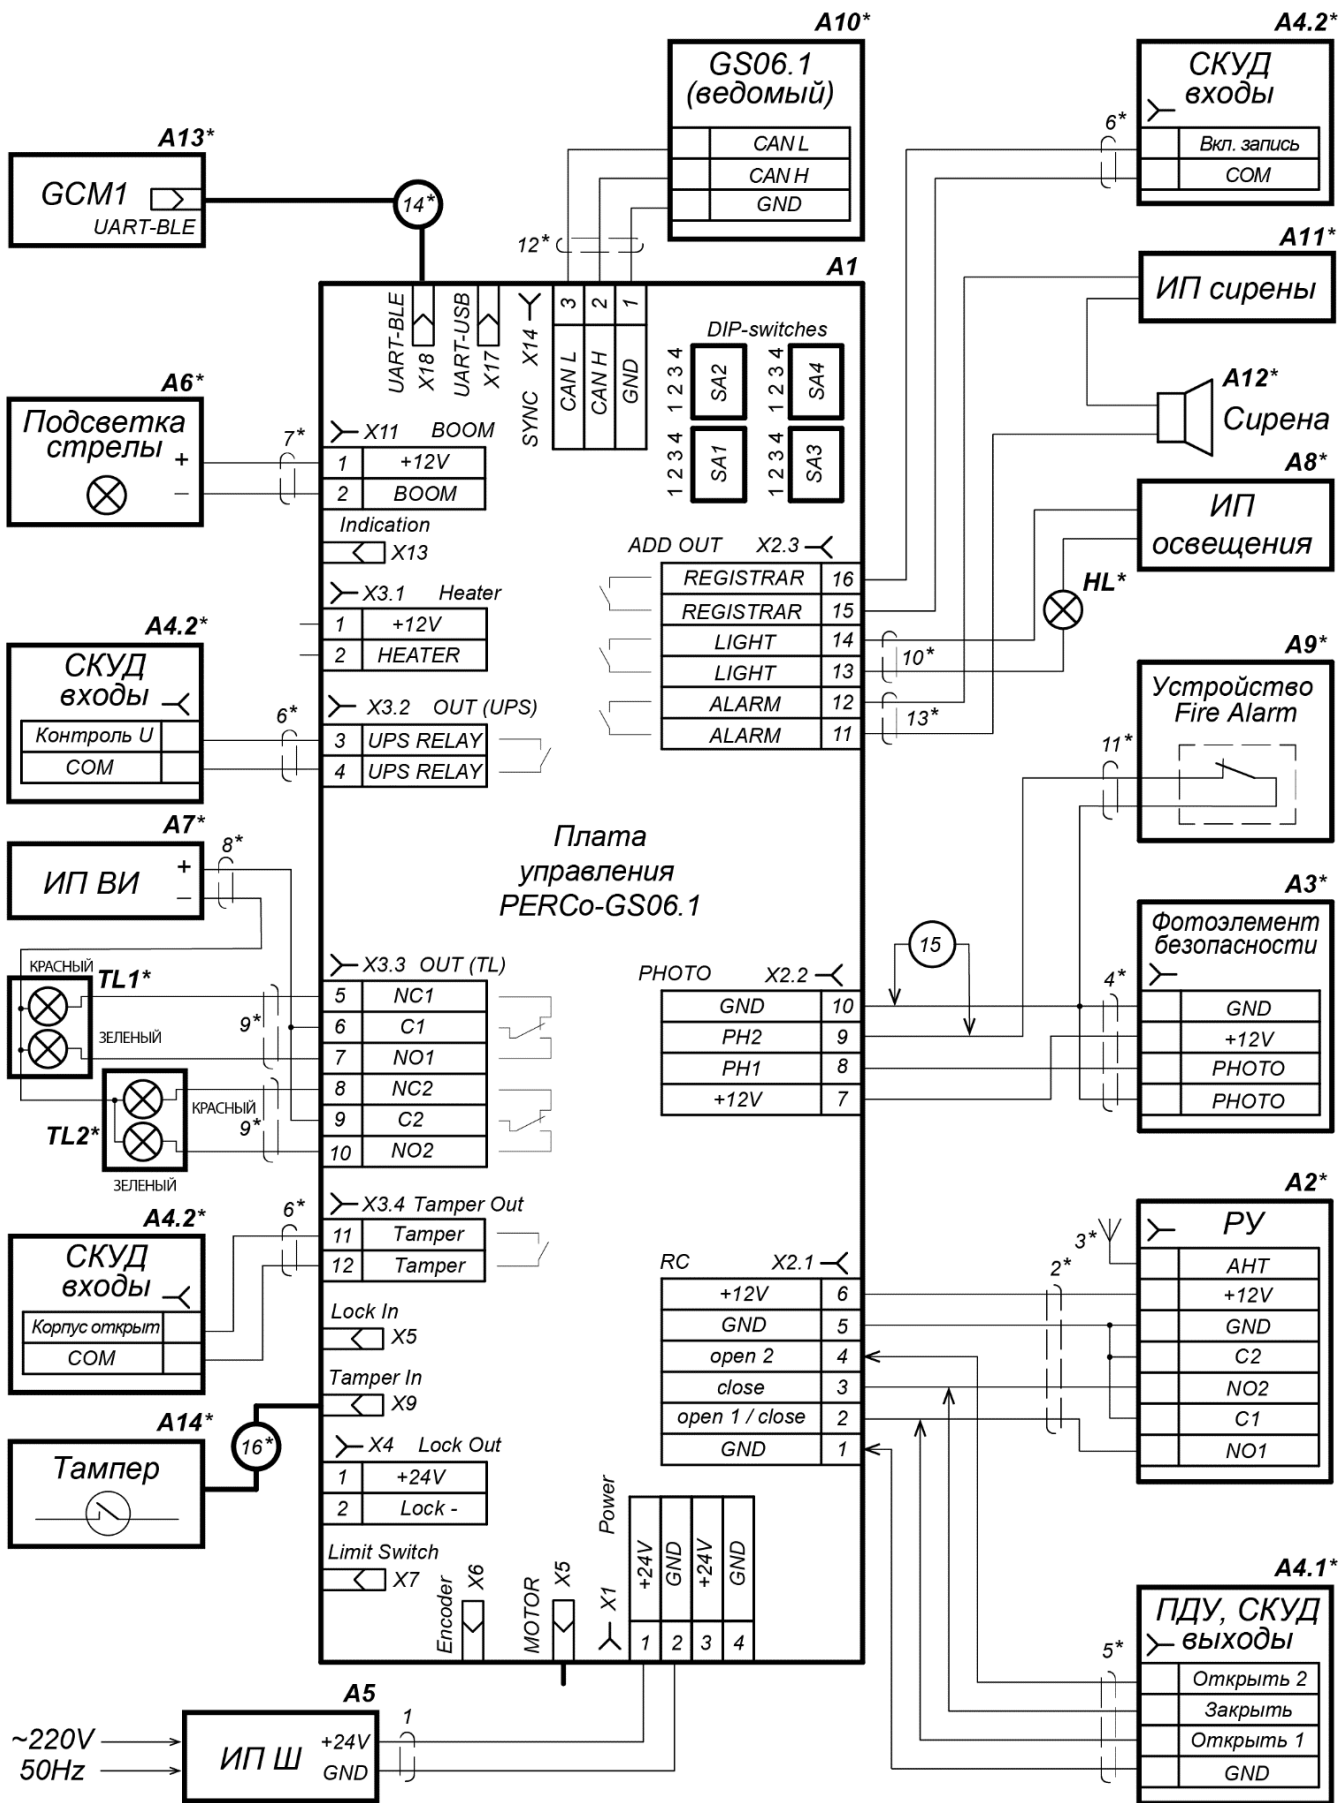

Рисунок 22. Схема подключения шлагбаума и доп. оборудования (перечень элементов см. в табл. 5)
Приемник фотоэлементов подключаются к плате шлаग्баума (см. рис. 22). Алгоритм работы и параметры сигналов – см. в разд. 5.4.2.
6. Произведите подключение в соответствии со схемой, см. рис. 22.
Устройство радиуправления устанавливается с помощью винтов или двустороннего скотча внутри стойки шлагбаума, например, на монтажной панели (7), при этом антенну устройства, чтобы улучшить дальность работы, рекомендуется вынести коаксиальным кабелем к свободному окну (9). Выходы устройства РУ подключаются к плате управления в соответствии со схемой на рис. 22.
По умолчанию на разъеме **XP1 MODE** нет джампера №2 – включен режим управления двусторонним проездом (см. разд. 5.4.3). В этом режиме подключение светофоров производится к контактной колодке **X3.3** в соответствии со схемой на рис. 22: линии управления красными сигналами подключаются к нормально-закрытым выходам реле (**NC-C**), зелеными – к нормально-открытым (**NO-C**). Светофор **TL1** устанавливается со стороны проезда, управляемого сигналом на входе **open1 / close**, светофор **TL2** – со стороны проезда, управляемого сигналом на входе **open 2**.
На плате управления предусмотрено подключение дополнительной подсветки, например, для освещения зоны проезда (по умолчанию в постоянном режиме). Подключение производится к контактам **LIGHT** контактной колодки **X2.3** в соответствии со схемой подключения (см. рис. 22). На данный разъем можно подключить только нагрузку 12В не более 2А, в противном случае необходимо использовать промежуточное реле.
Для этой цели необходимо между шлагбаумами проложить кабель шины синхронизации и подключить его в соответствии со схемой (см. рис. 22). Затем при помощи DIP-переключателей **SA1.1** и **SA1.2** один из шлагбаумов настраивается как "ведущий", другой – как "ведомый" (см. разд. 8.11, п. 1). При этом сигналы управления должны подключаться на ведущий шлагбаум (на ведомом шлагбауме все управляющие сигналы будут игнорироваться).